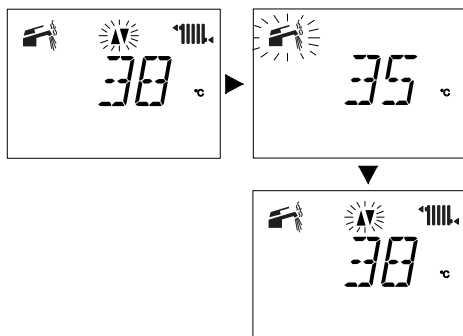

Figura 2.15
- con regolazione temperatura sanitaria minima Figura 2.15.